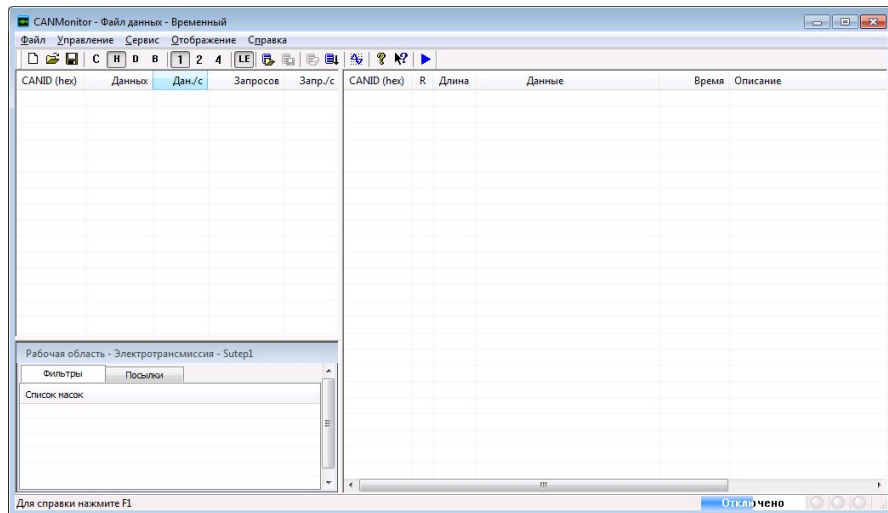

Рисунок 1
- Нажать на кнопку  (Рисунок 1);